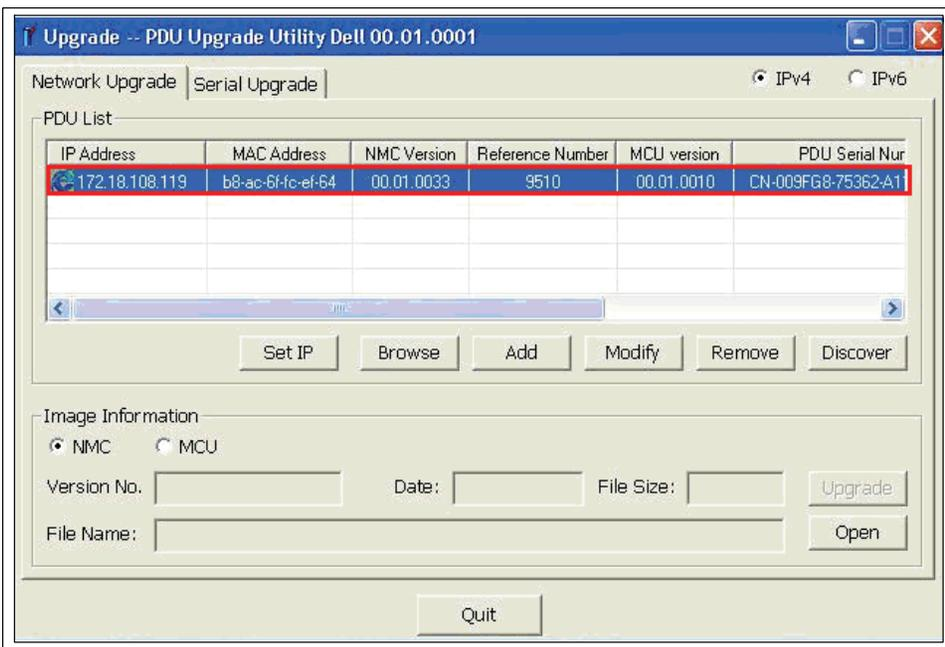

Figure 7. Sélection du rPDU à mettre à niveau
- 6 Sélectionnez la ligne correspondant au rPDU que vous souhaitez mettre à niveau (voir Figure 7).